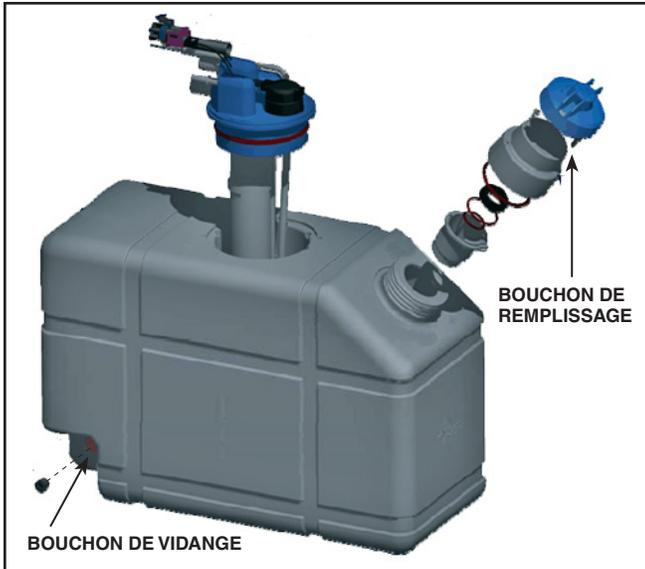

Figure 8 - Réservoir de fluide d'échappement diesel
Voir Figure 8.
3. Vidanger le FED du réservoir. Le récupérer dans un contenant approprié. Lorsqu'il est plein, le réservoir pèse environ 45 kg (100 lb). La localisation du bouchon de vidange est illustrée en Figure 8.